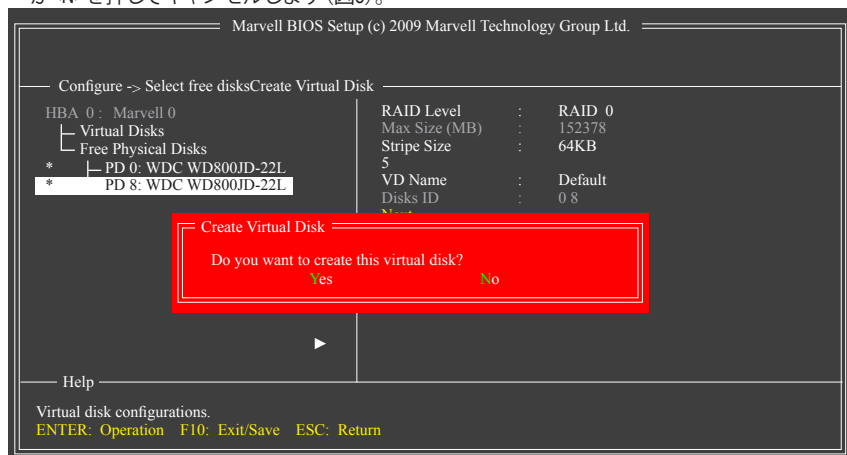

図 5
6. **Next:** 上の設定を完了した後、**Next** に移動して<Enter>を押してアレイの作成を開始します。ボリュームの作成を確認するように求めるメッセージが表示されたら、<Y>を押して確認するか<N>を押してキャンセルします（図5）。